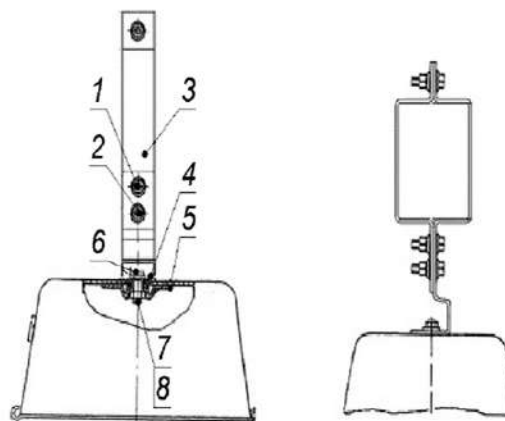

Рисунок 5 – сборка подвески на брус
На брусе светильник крепится болтами (1) (рисунок 5). Для предотвращения передвижения светильника по брусу, подвеску закрепить шурупами к брусу через два отверстия в подвеске.